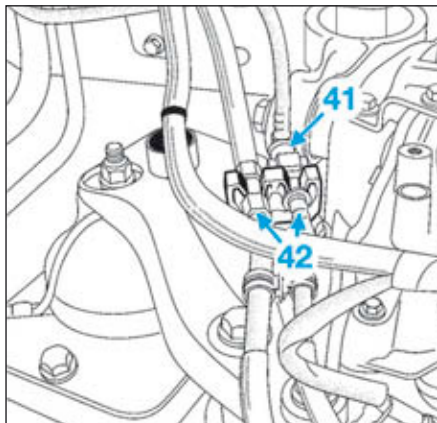

FIG.20
- Débrancher le tuyau d'arrivée de carburant (41) (Fig.20) et dégrafer les tuyaux de carburant (42) de la suspension pendulaire droite.